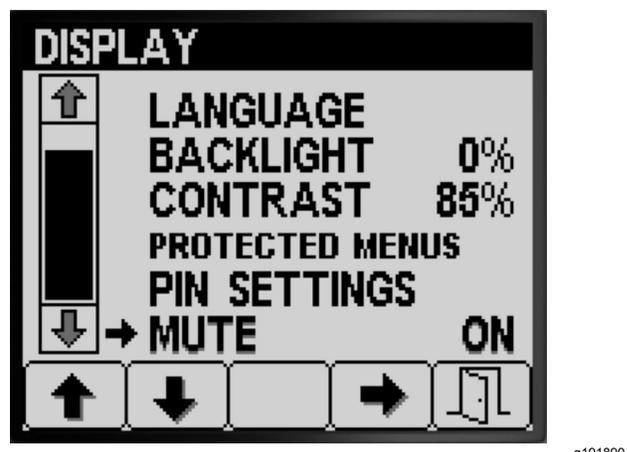

图 30
- 按 1 号或 2 号按钮可导航至 MUTE 静音选项图 30。